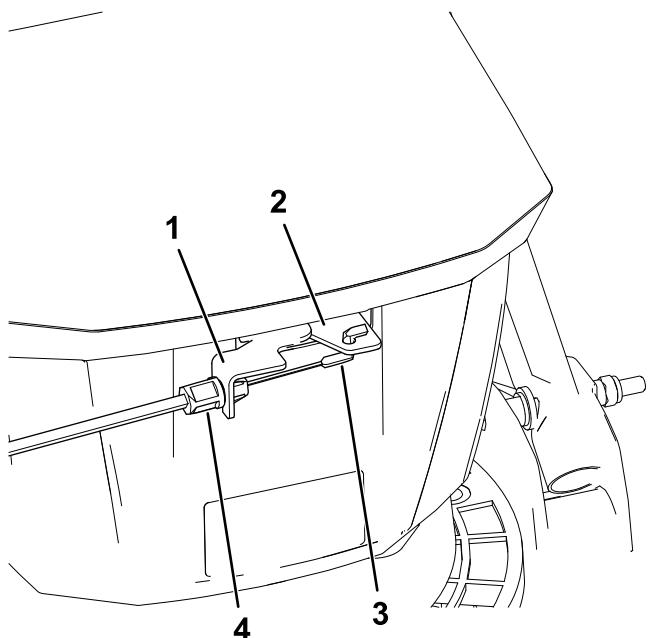

Bild 5
10. Hängen Sie das lose Anschlussstück des Kabelzugs des neuen Kabels in den Zapfwellenantriebshebel ein, ziehen Sie dann den Bremsbowdenzug straff und schieben Sie ihn in die Halterung, wie in **Bild 5** dargestellt.